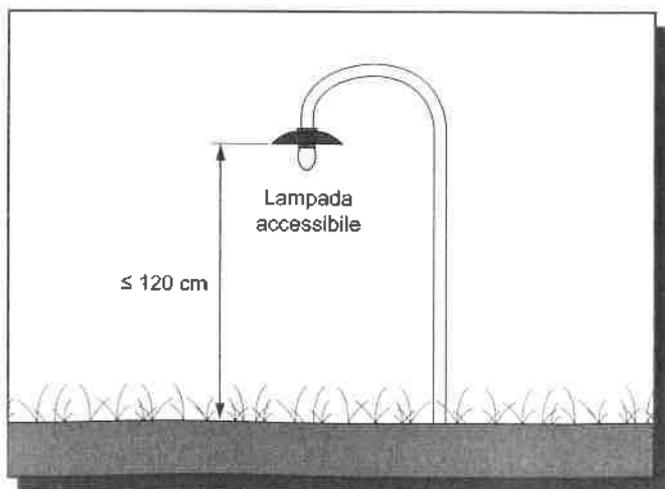

Fig. 10
*Nel giardino di un condominio (case vacanze) l'installatore ha montato apparecchi di illuminazione del tipo indicato in fig. 10. Le lampade sono accessibili e il grado di protezione è IP43. Va bene?*